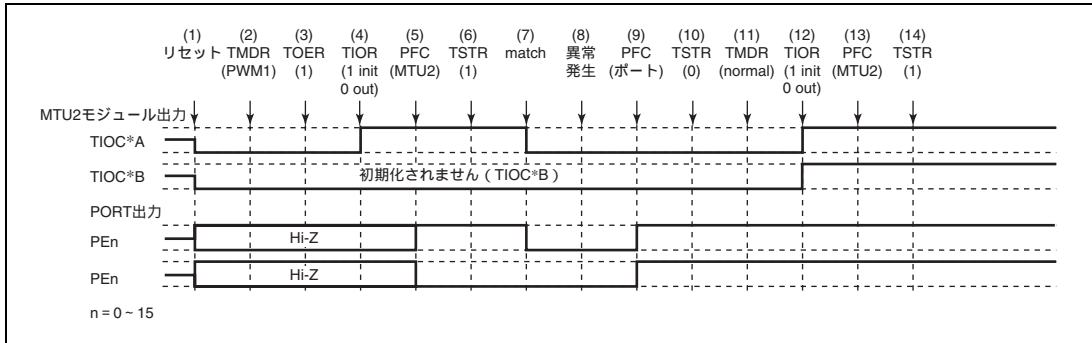

図 10.143 PWM モード 1 で異常が発生し、ノーマルモードで復帰する場合
PWM モード 1 で異常が発生し、再設定後ノーマルモードで再スタートする場合の説明図を図 10.143 に示します。
(1) ~ (10) は図 10.143 と共通です。
(11) PWM モード 1 で再スタートする場合には必要ありません。
(12) TIOR で端子を初期化してください (PWM モード 1 では TIOC\*B 側は初期化されません)。
(13) PFC で MTU2 出力としてください。
(14) TSTR で再スタートします。
(11) PWM モード 2 を設定します。
(12) TIOR で端子を初期化してください (PWM モード 2 では周期レジスタの端子は初期化されません)。
(11) 位相計数モードを設定します。
(12) TIOR で端子を初期化してください。
(11) 波形生成部の初期化のためノーマルモードを設定してください。
(12) TIOER で PWM モード 1 の波形生成部を初期化してください。
(13) TIOER で PWM モード 1 の波形生成部の動作を禁止してください。
(14) TOER でチャンネル 3、4 の出力を禁止してください。
(15) TOCR で相補 PWM の出力レベルと周期出力の許可禁止を選択してください。
(16) 相補 PWM を設定します。
(17) TOER でチャンネル 3、4 の出力を許可してください。
(18) PFC で MTU2 出力としてください。
(19) TSTR で再スタートします。